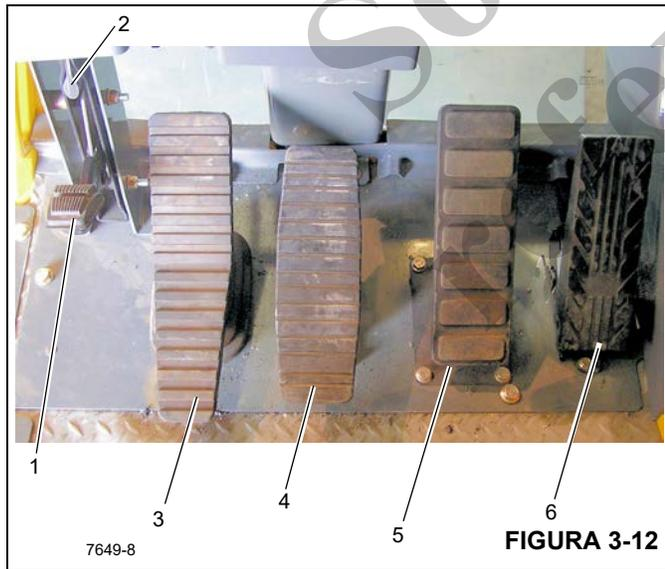

Figura 3-12 - Números de artículos
El pedal del bloqueo de giro en 360° (1) (Figura 3-12) se encuentra en el lado izquierdo del piso de la cabina de la grúa. El pedal se utiliza para activar el sistema de bloqueo de giro para evitar que la torreta gire. Para soltar el bloqueo de giro, tire de la palanca de soltado del bloqueo de giro de 360° (2) hacia arriba.
El pedal del freno de giro (3) (Figura 3-12) se encuentra en el lado izquierdo del piso de la cabina. El pedal del freno de giro se usa para reducir la velocidad del movimiento de giro o detenerlo. La fuerza de frenado es proporcional a la distancia que se pise el pedal. Si no se pisa el pedal y se desengrana la válvula de control del freno de giro, se aplica presión hidráulica al freno, lo cual vence la tensión de su resorte para soltarlo. Cuando se pisa el pedal, se acciona la válvula del servofreno de giro que aplica presión al conjunto del freno. Esta presión auxilia a la tensión del resorte para vencer la presión hidráulica aplicada al circuito de liberación del freno, lo cual aplica el freno según la presión recibida de la válvula del servofreno de giro.
El pedal de control de telescopización (4) (Figura 3-12) , presente cuando la grúa está provista de malacate auxiliar, se encuentra en el lado izquierdo del piso de la cabina. Pise la parte superior del pedal para extender la pluma y la parte inferior del pedal para retraerla.
El pedal de frenos (5) (Figura 3-12) es el segundo pedal contado desde la derecha en el piso de la cabina. El pedal se pisa para regular la aplicación de los frenos de servicio.
El pedal del acelerador (6) (Figura 3-12) se encuentra en el lado derecho del piso de la cabina. Se usa para controlar la aceleración del motor, la cual aumenta o disminuye proporcionalmente según la presión aplicada al pedal. El pedal está conectado por medios eléctricos al módulo de control de la superestructura, el cual envía una señal a la unidad de control del motor por vía del enlace de datos J1939.